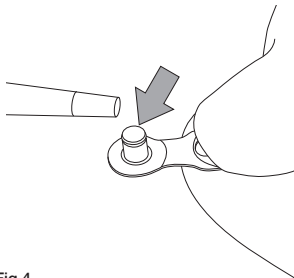

Fig.4
- Lubrique los pasadores del C-Link™ con un lubricante específico para cadenas (Fig. 4).